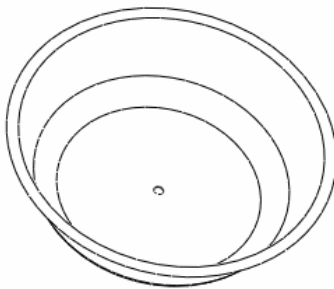

图 17-2
- (1) 单击工具栏中的打开文件按钮 。
- (2) 打开配书光盘中的文件“openexe17.prt”，如图 17-2 所示。